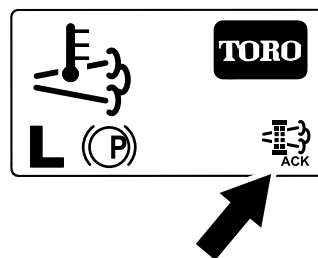

图 67
8. InfoCenter信息中心将显示主屏幕且再生过程中再生确认图标 图 67 将出现在屏幕右下角。